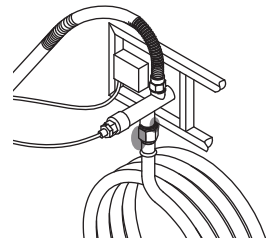

Figure 8
- Hortum ile cihazın gaz giriş noktası (bkz. Figure 8)